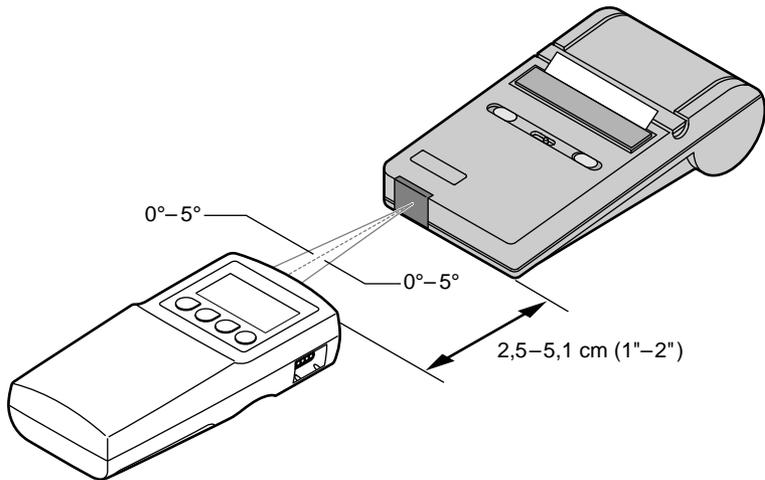

Abbildung 6: Ausrichten von NPB-40 und Drucker
1. Platzieren Sie Drucker und Pulsoximeter auf einer ebenen, stabilen Oberfläche, und richten Sie sie, wie in Abbildung 6 gezeigt zueinander aus.